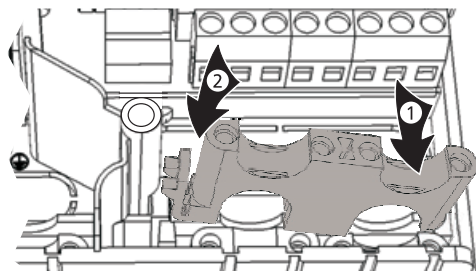

Fig. 4 : Introduction du pont de plastique droit
1. Introduisez d'abord le taquet d'enclenchement du pont de plastique droit ① (fig. 4).
2. Pressez l'autre côté du pont de plastique vers le bas ② jusqu'à l'enclenchement de la borne à ressort.